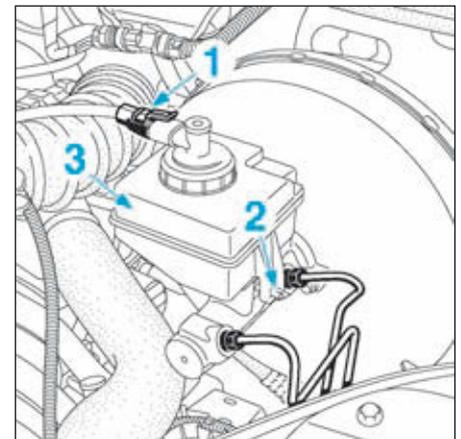

FIG.12
- Débrancher le connecteur du capteur de niveau de liquide de frein (1) (Fig.12).
- la goupille et l'axe de maintien (2) du réservoir de liquide de frein sur le maître-cylindre,
- le réservoir de liquide de frein (3),